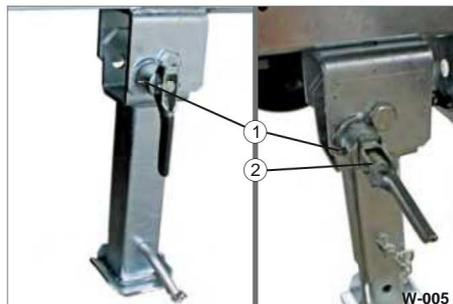

Fig. 5 Lubrificazione dei supporti pieghevoli
- ÿ Pulire gli ingrassatori (Fig. 5/1) con un panno pulito e asciutto.
- ÿ Se necessario, rimuovere eventuali impurità come fili d'erba o rami dai punti di appoggio (Fig. 5/2).